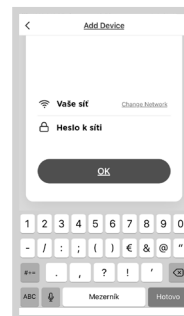

Abb. 9
- Wählen Sie Ihr WiFi-Netz, an welches das Gerät anzuschließen ist, und geben Sie ihr Passwort ein (Abb. 9).